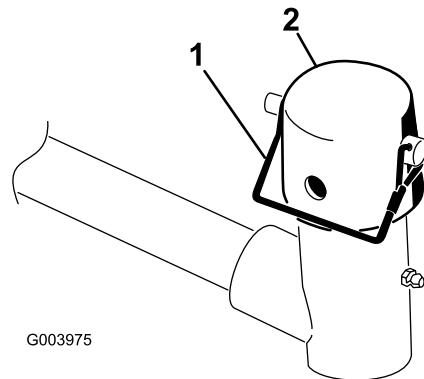

**Bild 7**
7. Nehmen Sie den Einraststift und die Kappe vom Gelenkjoche des Hubarms ab (Bild 7).
11. Befestigen Sie die Kappe und den Trägerrahmenschaft mit dem Einraststift am Hubarmjoch. Verwenden Sie den Schlitz, wenn Sie das Mähwerk lenken möchten, oder das Loch, wenn Sie das Mähwerk arretieren möchten (Bild 7).